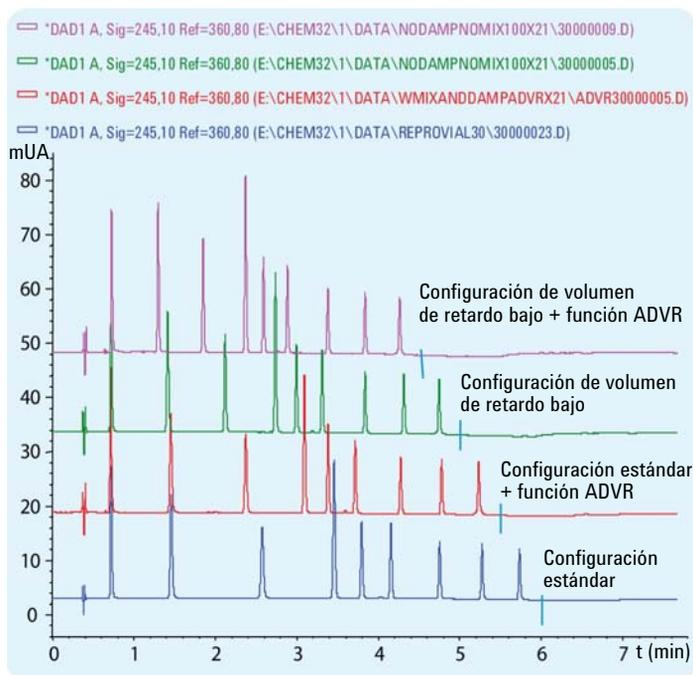

Figura 17 Reducción del volumen de retardo
El inyector automático de alto rendimiento Agilent 1260 Infinity ofrece la posibilidad de realizar inyecciones solapadas (OI) y/o conseguir una reducción automática del volumen de retardo (ADVR). Esto significa que la válvula de inyección se desconecta del paso de flujo una vez que la muestra ha alcanzado la parte superior de la columna. Con esto se reduce notablemente el volumen de retardo (consulte la Figura 17 en la página 52).
Cuanto menor sea la velocidad de flujo, mayores serán los efectos negativos que pueda ejercer el volumen de retardo. En la Figura 17 en la página 52 se utilizó una columna de 2,1 mm de diámetro interno con una velocidad de flujo de 0,6 mL/min. El volumen de retardo se redujo paso a paso desde la línea más baja hasta la línea más alta. La influencia sobre el tiempo de análisis total y los efectos que genera (en especial sobre la anchura y la altura de los primeros picos) resultan evidentes.